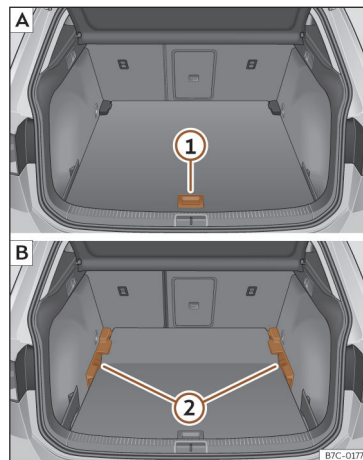

Fig. 161 Piso variável da bagageira: **A** posição alta; **B** posição baixa.
- Para passar da posição baixa para a alta, levante o piso pela pega >>> **Fig. 161 ①**, puxe-o para trás até que a parte dianteira do piso baixe totalmente os suportes **②**.
- Desloque o piso sobre estes para a frente até que chegue ao limite no encosto dos bancos traseiros e, de seguida, baixe o piso com a peça **①**.
- Para passar da posição alta para a baixa, levante o piso pela pega >>> **Fig. 161 ①**, puxe-o para trás até que a parte dianteira do piso baixe totalmente os suportes **②**.
- Deixe cair a parte anterior contra o piso e empurre o piso para a frente até que atinja o limite no encosto dos bancos traseiros, baixando ao mesmo tempo o piso com a pega **①**.
- Com o piso variável na posição alta, levante pela pega >>> **Fig. 161 ①**, puxe-o e empurre para o encosto dos bancos traseiros até que o piso dobre pela linha da dobradiça e a parte móvel do piso assente sobre o mesmo.
- Para passar da posição alta para a baixa, levante o piso variável pela pega >>> **Fig. 161 ①** e rebata-o para trás um pouco.
- Empurre o piso variável para os bancos traseiro rebatidos com a pega **①** fazendo um pouco de pressão para baixo para que a parte móvel do piso encoste os encostos aos bancos traseiros.